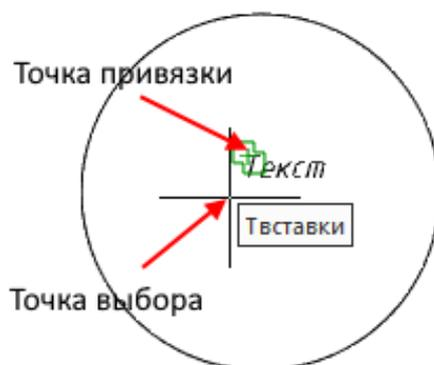

Рис. 60. Привязка Твставки
**Твставки** . Привязка к точке вставки текста, блока, формы или атрибута (рисунок 60).